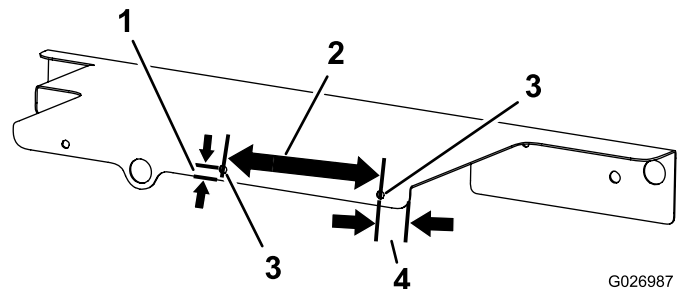

Bild 14
2. Bohren Sie zwei 8,6 mm große Löcher in das rechte Abdeckungsschutzblech (Bild 14).
Hinweis: Siehe Bild 14 und messen Sie die Stellen des 8,6 mm großen Lochs